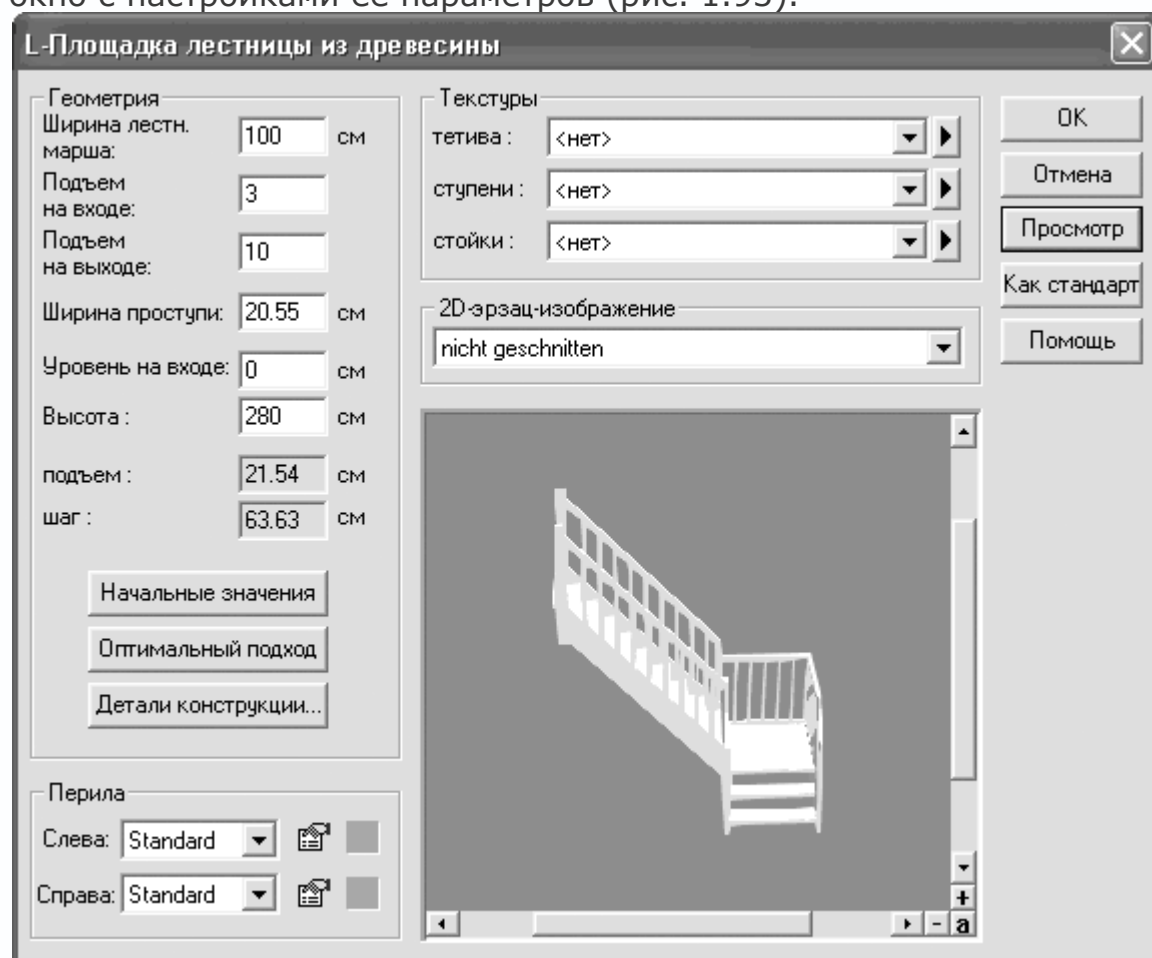

Рис. 1.93. Настройка параметров L-образной лестницы с площадкой
5. Щелкнув кнопкой мыши, вы укажете третью габаритную точку – последнюю из необходимых для данного типа лестницы. После указания габаритов лестницы появляется окно с настройками ее параметров (рис. 1.93).
Для L-образных лестниц с площадкой, кроме стандартных параметров (ширина лестничного марша, ширина поступи или высота лестницы), можно настраивать количество ступеней до площадки и после (поля Подъем на входе и Подъем на выходе). После указания габаритных точек лестницы программа автоматически определяет количество ступеней, однако такое разбиение не всегда оптимально. К примеру, в данном примере система установила количество ступеней нижней части лестницы (до платформы), равное трем, а верхней части – десяти. Из-за этого часть лестницы, начинающаяся от платформы, получилась слишком крутой (см. рис. 1.93). Добавив несколько ступеней в нижней части лестницы, вы поднимете платформу над полом, уменьшив крутизну верхней части. После изменения параметра (Подъем на входе или Подъем на выходе) не забывайте нажимать кнопку Просмотр, чтобы отобразить изменения на панели трехмерного просмотра.